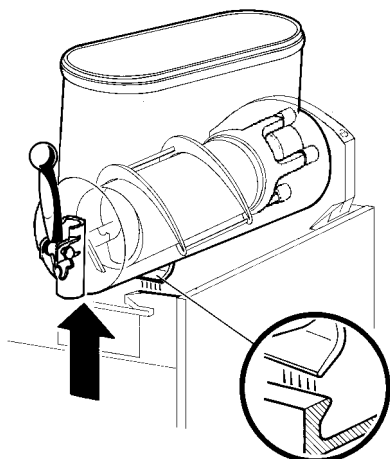

Bild 7
- 2 Den Behälter abmontieren. Dazu den unteren Teil (auf der Seite des Hahns) leicht nach oben drücken, um die unteren Befestigungshaken zu lösen (Bild 7) und den Behälter